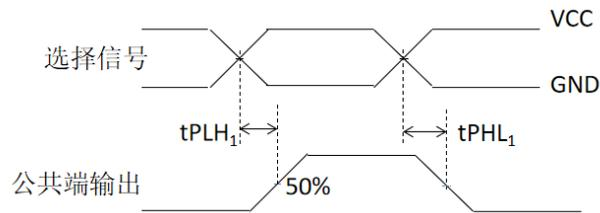

图6.4.1a 从选择信号到公共端传输延迟时间参数
- (1) 电源引脚接VCC，使能信号接GND，通过选择信号输入1MHz方波来进行开启通道切换。
- (2) 两个开启通道分别接VCC和GND，其余关断通道浮空。
- (3) 公共端接50皮法电容到GND。
- (4) 量选择信号到公共端传输延迟时间各参数，如图6.4.1a。